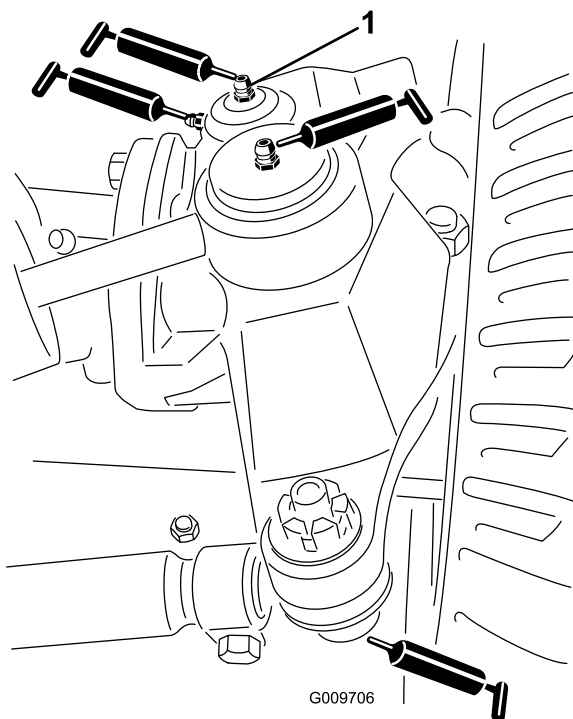

Figura 45
- Articulaciones esféricas del cilindro de dirección (2) (Figura 45)
- Articulaciones esféricas de las bielas (2) (Figura 45)
- Casquillos del pivote de dirección (2) (Figura 45). **El punto de engrase superior del pivote de dirección debe lubricarse solamente cada año (2 aplicaciones).**